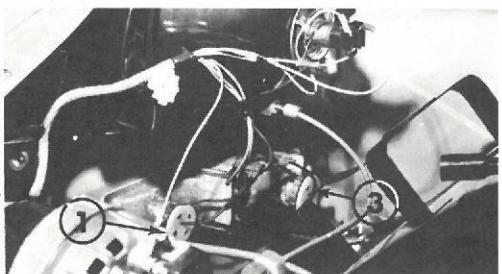

Fig. 35 – 1-Forreste positionslygter
- Forreste positionslys (fig. 35) type R 19/5 12V, 5W
- Forreste afviserblink (fig. 35) type P25/1 12V, 21W
- Bageste afviserblink (fig.35) type P25/1 12V, 21W